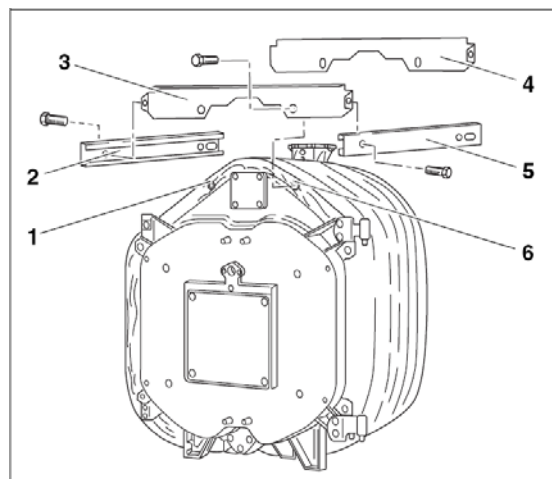

Fig. 36
- Sätt fast den främre tvärskenan ovanför (Fig. 36, **pos. 3**) på beslaget (Fig. 36, **pos. 1 och 6**), och skruva fast den med sexkantsskruvar (M 8 x 12). Böjen på den främre skenan ska vara vänd framåt.
- Sätt fast den bakersta tvärskenan ovanför (Fig. 36, **pos. 4**) på beslaget, och skruva fast den med sexkantsskruvar (M 8 x 12). Böjen på den bakre skenan ska vara vänd bakåt.
- Sätt längdskenorna (Fig. 36, **pos. 2 och 5**) på tvärskenorna från sidan, och skruva fast dem med plåtskruvar. Böjen på längdskenorna vänds inåt, medan de långa hålen är riktade mot bak-sidan av pannan.